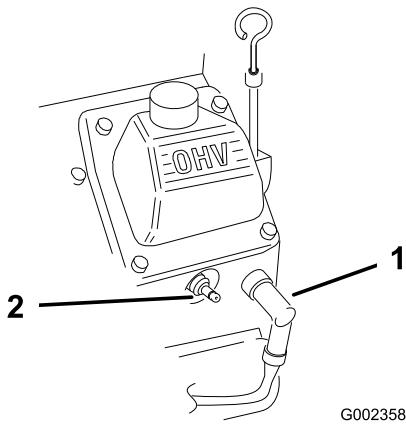

Рисунок 28
2. Отсоедините провода от свечей зажигания (Рисунок 28).